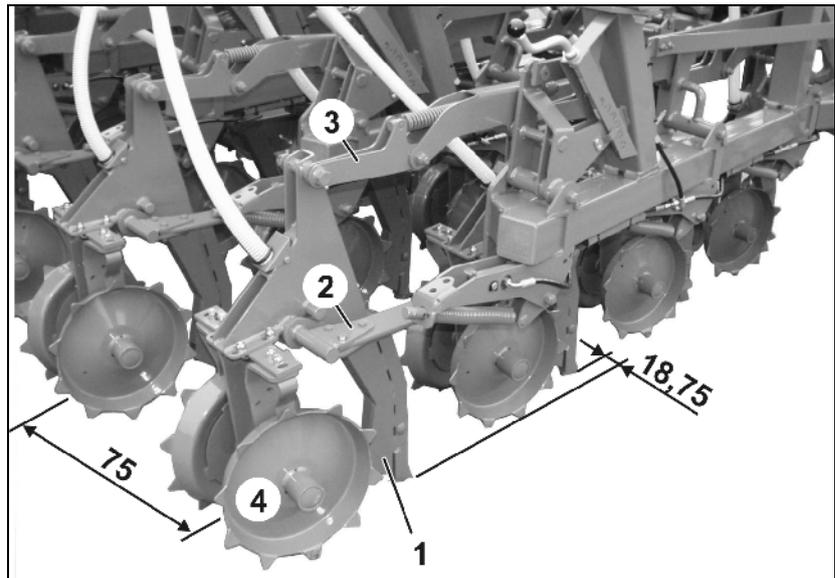

Fig. 57
Die Meißelschare (Fig. 57/1) sind in 4 Reihen hintereinander versetzt angeordnet. So ergibt sich ein Scharabstand von 75 cm zwischen den benachbarten Scharen. Der Reihenabstand beträgt 18,75 cm.
- eine horizontale Ausweichmöglichkeit durch die Federstahl-Unterlenker (Fig. 57/2).
- eine vertikale Ausweichmöglichkeit durch den gegen Federkraft einknickenden Oberlenker (Fig. 57/3).
Die Ablagetiefe des Saatgutes wird bestimmt durch die Tiefenführung der Meißelschare (Fig. 57/1). Diese Tiefenführung übernehmen die hinter den Meißelscharen angebrachten Doppelrolle (Fig. 57/4), die als Doppelrollen ausgebildet sind.